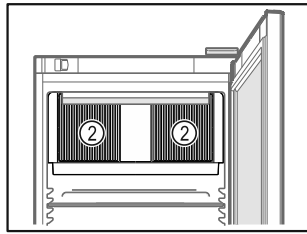

Fig. 79
- Oslobodite ventilacijske proreze Fig. 79 (2) za ventilator optoćnog zraka u unutrašnjosti.